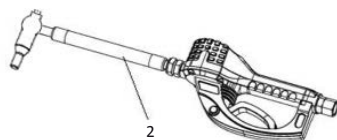

FIG. 3
1. Skru slangen med dyse (2) ind i målerens udløb med mindst tre drejninger (FIG. 3). Undlad at anvende en drejelås eller en manuel lukkedyse. Du skal anvende en automatisk dyse på måleren, ellers kan måleren blive skadet.